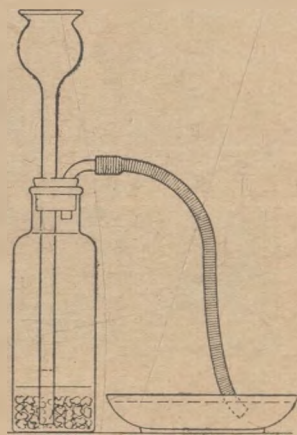

Рис. 55. Прибор для получения водорода и блюдечко с мыльной водой.
*Задача 5.* Потрите куском мыла о дно ступки, чашки, блюдечка с небольшим количеством воды, пока не получится раствор мыла, дающий пену. Опустите в мыльный раствор конец каучуковой трубки от прибора для получения водорода (рис. 55). В конец трубки по-